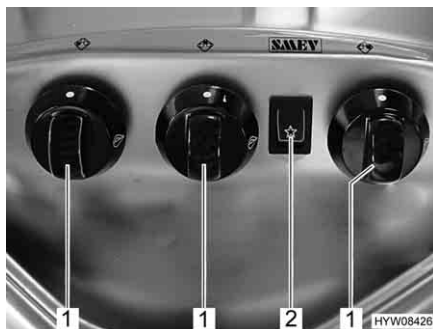

Fig. 97 Elementi di comando del fornello a gas
- Ruotare il pomello girevole (Fig. 97, 1) dell'impianto a fiamma libera desiderato in posizione accesa (fiamma alta).
- Premere l'interruttore a bilico (Fig. 97,2). Sul bruciatore vengono prodotte scintille.